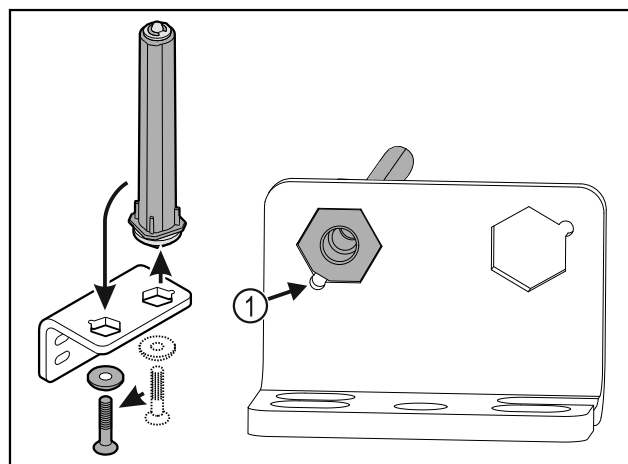

Fig. 36
- ▶ Atkreipkite dėmesį į tai, kad įstatant nuožulni kaiščio pusę Fig. 36 (1) nukreipta į apvalią skylę.